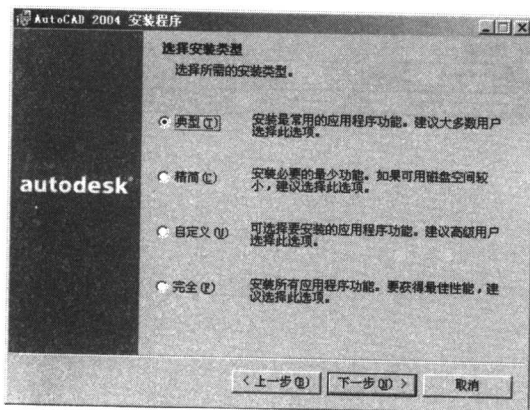

图 1-6 “安装类型”窗口
⑦ 单击“下一步”按钮，打开如图 1-6 所示的“选择安装类型”窗口，该窗口中有“典型”、“精简”、“自定义”和“完全”四个选项，选择不同的选项在计算机上安装的 AutoCAD 2004 的内容是不完全相同的，初学者一般选择“典型”即可，高级用户可以选择“自定义”安装。